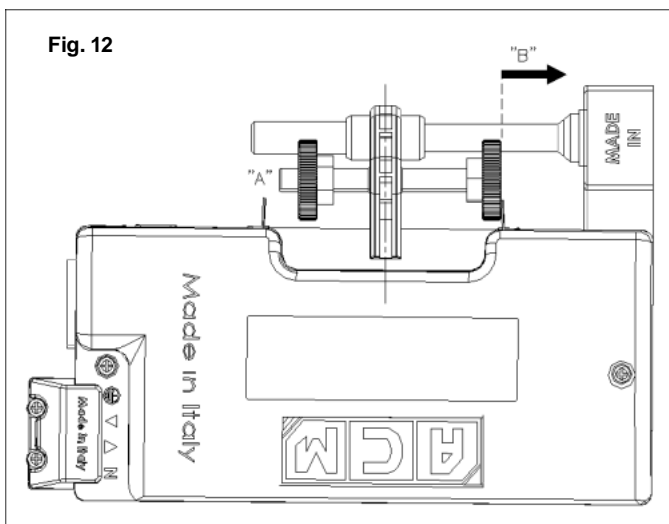

Fig. 12
IT - Dopo aver configurato i pomelli in base all'altezza della serranda procedere alla regolazione del finecorsa di discesa. Ruotare manualmente il pomello di finecorsa (B) mostrato in fig.12 fino a sentire il click dello scatto del microinterruttore 1 (regolazione discesa effettuata). Questa operazione deve essere effettuata a serranda completamente chiusa. Dare tensione al motoriduttore mediante la pulsantiera e verificare se la serranda salendo, va a fermarsi nel punto desiderato. Per aggiustamenti della posizione agire sullo stesso pomello operando sempre e solo con i comandi elettrici.
EN - After configuring the knobs according to the height of the shutter, adjust the downward limit switch. Manually turn the switch knob (B) shown in Figure 12 until you hear the click of the shutter of the microswitch 1 (downwards adjustment made). This operation must be performed with shutters fully closed. Supply power to the motor using the push-button and check if the shutter comes to rest at the desired location when going up. For position adjustments, use the same knob operating only and exclusively with the electrical controls.